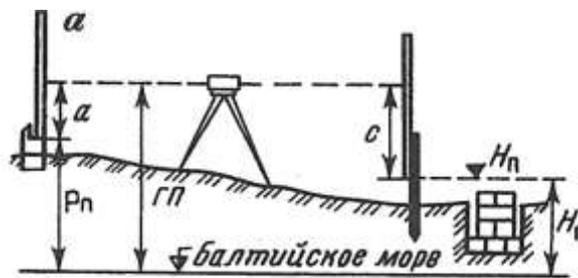

Рис. 2. Схема разбивки и контрольных высот фундамента
5. Выставьте проектную высоту верха фундамента на обноске (рис. 2), если высота репера $P_n = 90,370$, отсчет по рейке $a = 0937$, проектная высота фундамента $H_n = 88,279$.